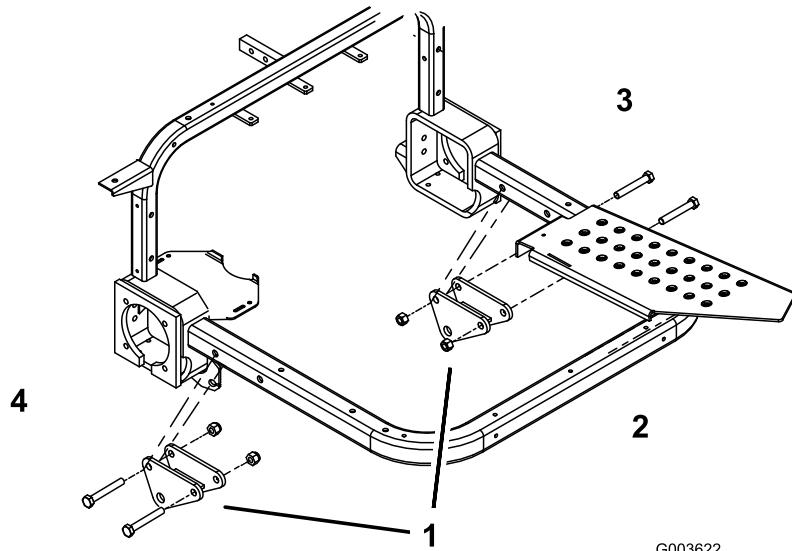

Figura 2
2. Fissate senza serrare il gruppo staffa di montaggio sul tubo destro e sinistro della pedana con 2 bulloni (1/2 x 3-1/2 poll.) e dadi di bloccaggio (1/2 poll.). Collocate i gruppi staffa di montaggio e i bulloni come illustrato in Figura 2.